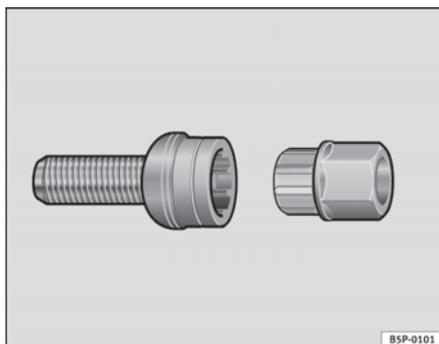

Fig. 139 Viti antifurto
- Innestare l'adattatore nella vite antifurto, spingendolo fino in fondo ⇒ fig. 139.